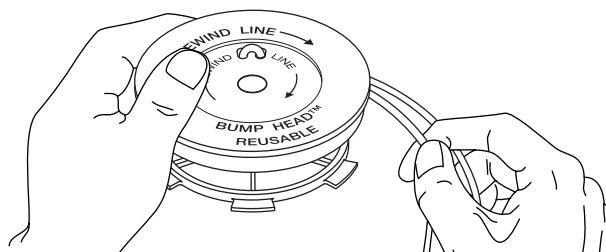

Fig. 20
- Enroulez les fils en couches uniformes serrées sur le moulinet (Fig. 20). Enroulez le fil dans le sens indiqué sur le moulinet intérieur. Placez votre index entre les deux fils pour les empêcher de se superposer. Ne superposez pas les extrémités du fil. Passez à l'étape 11.